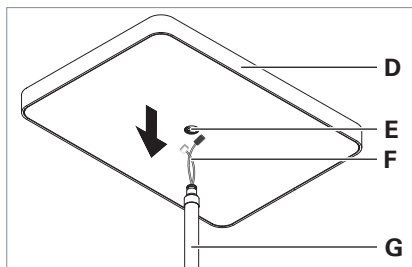

Fig. 8: Collocazione della testa dell'apparecchio d'illuminazione.
- Collocare la testa dell'apparecchio d'illuminazione D sul tubo di sostegno G e far passare i cavi F attraverso l'apertura E della testa dell'apparecchio d'illuminazione, vedi Fig. 8.